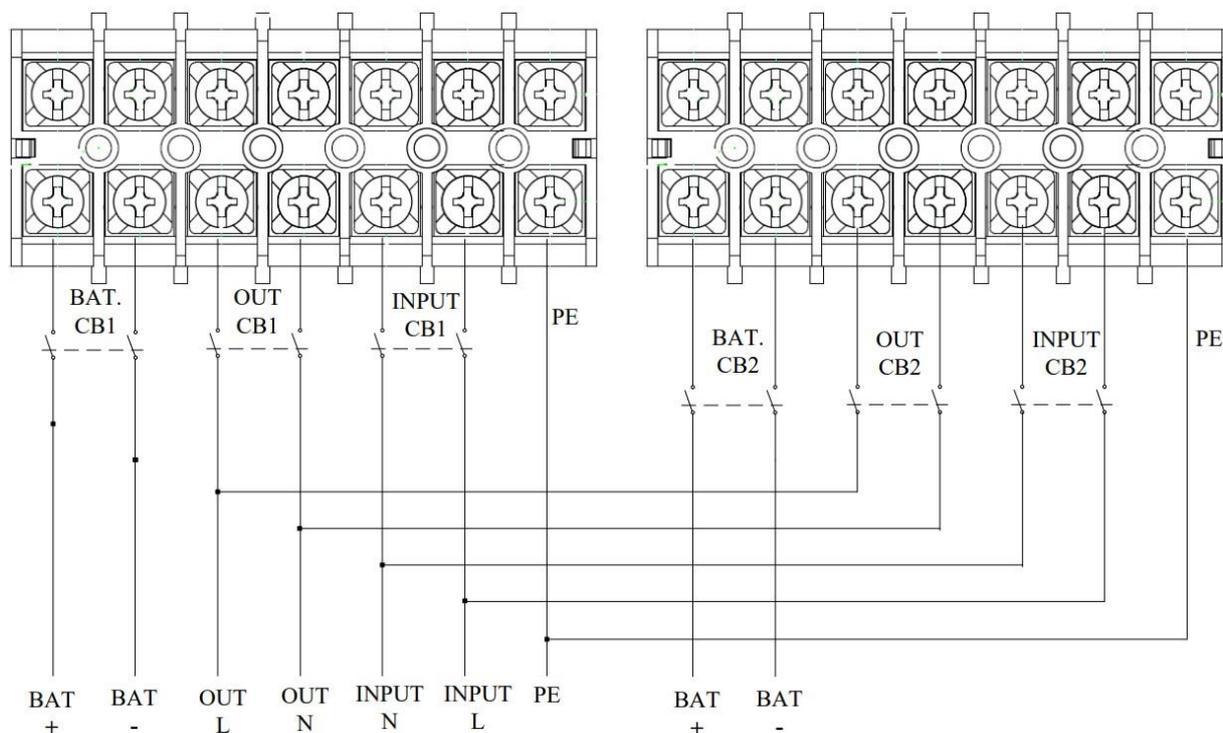

Рисунок 4-2. Схема подключения ИБП в параллель
4. В соответствии со схемой подключения (см. Рисунок 4-2) ИБП в параллель необходимо установить автоматические выключатели для каждого ИБП (номиналом, соответствующим их мощности и требованиям настоящего руководства). Общие автоматические выключатели входа и выхода всей параллельной системы должны быть выбраны исходя из суммарной мощности установленных в параллель ИБП и требований местных стандартов.